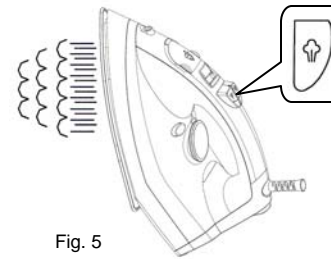

Fig. 5
2. Maintenez le fer à repasser à la position verticale et appuyez sur le bouton de vapeur. (Fig. 5)